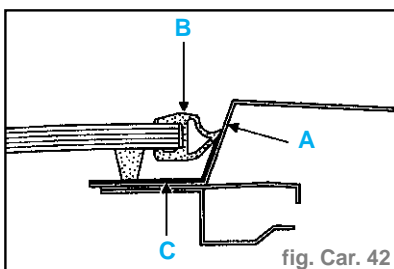

fig. Car. 42
- Chausser l'enjoliveur extérieur (B) en commençant par les angles supérieurs de la lunette. (fig. Car. 42)